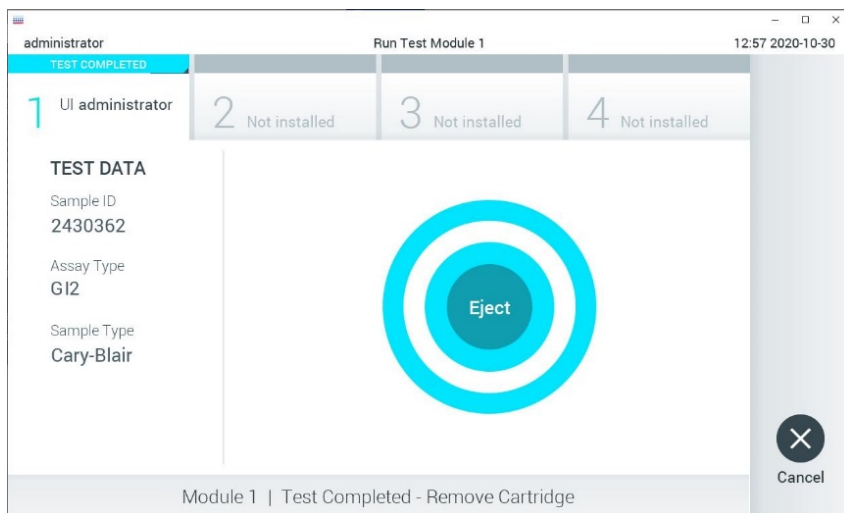

Figura 14. Exibindo a tela Eject (Ejetar).
14. Após a conclusão da execução do teste, a tela Eject (Ejetar) aparecerá (Figura 14) e a barra de status dos módulos exibirá o resultado de teste de uma das seguintes formas: